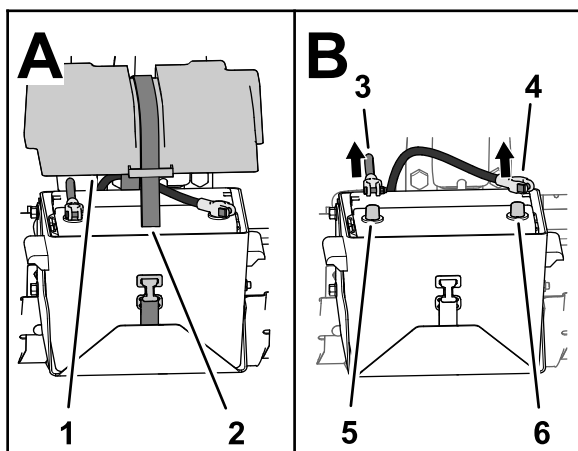

Figura 2
3. Retire la tapa de la batería y desconecte el cable negativo (negro—tierra) del borne de la batería (Figura 2).
4. Desconecte el cable positivo (rojo) del borne de la batería (Figura 2).